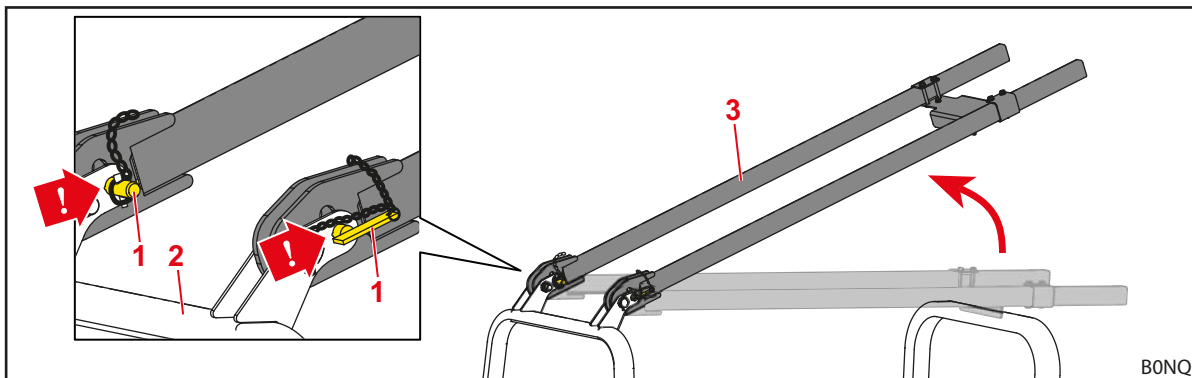

Fig. 40 Traverses relevées et bloquées dans les trous du bas
- (1) Bloquer les longues traverses dans les trous du bas.
- Bloquer les longues traverses à l'aide des boulons de fixation dans les trous du bas (cf. Fig. 40).
- (2) Relever l'arceau du bas (voir description pour l'OPG sans longues traverses au début du chapitre).
- (3) Rabattre les longues traverses.